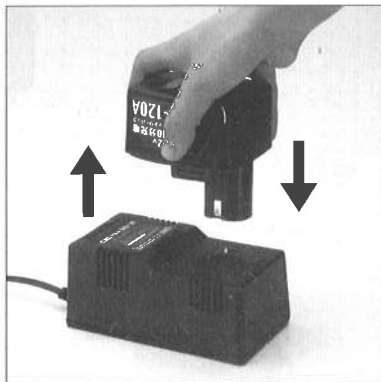

図4
- 充電器にバッテリーパックを奥まで差し込んで下さい。赤ランプが点灯して充電開始。(図4参照)